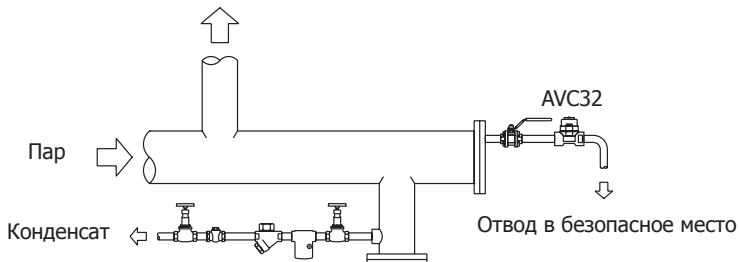

Рис. 2 Тупиковая точка паровой магистрали
3.4 Воздушник **AVC32** должен устанавливаться в горизонтальном положении крышкой вверх, в верхней точке трубопровода либо в месте возможного скопления воздуха. Для беспрепятственного удаления воздуха в месте его выхода не должно быть препятствий. В случае установки отводящей трубы, вывод должен быть выполнен в недоступное для персонала место (рис. 2 и 3).